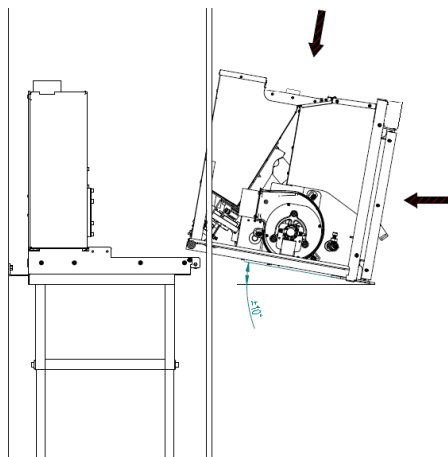

Figura 8 – Instalação
- Depois de fixar a base do equipamento e a chaminé estar instalada colocar a parte móvel do equipamento conforme mostrado na Figura 8.